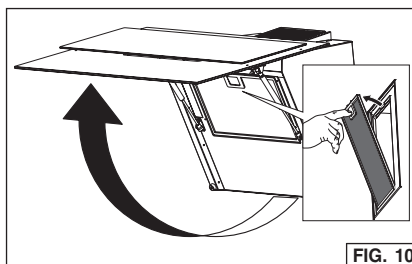

FIG. 10
5. Levante el panel de vidrio central y retire el filtro de grasa. Fig. 10.